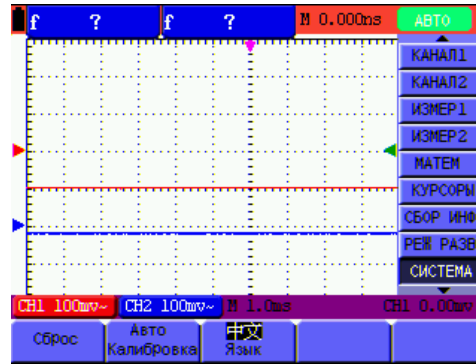

Рис. 11: Вызов заводской настройки (по умолчанию)
2. С помощью кнопок   выбрать строку МЕНЮ Система/FUNCTION. При этом в поле настроек доступны для выбора 3 варианта (см. рис.11).